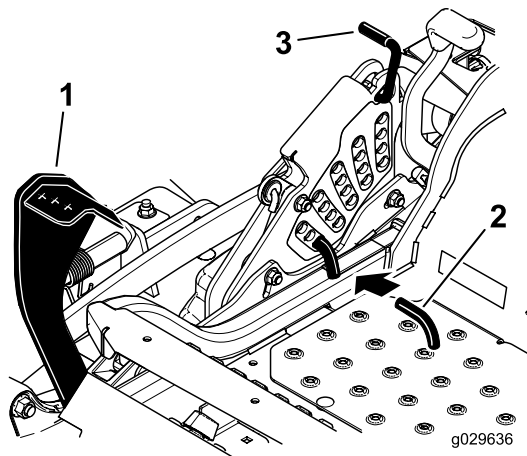

Figura 27
2. Pise el pedal de elevación de la carcasa y eleve la carcasa de corte a la posición de transporte (que es también la posición de altura de corte de 140 mm) según se muestra en Figura 27.
3. Para ajustar la altura de corte, gire el pasador 90 grados y retire el pasador del soporte de altura de corte (Figura 27).
4. Seleccione el taladro del soporte de altura de corte que corresponde a la altura de corte deseada, e inserte el pasador (Figura 27).